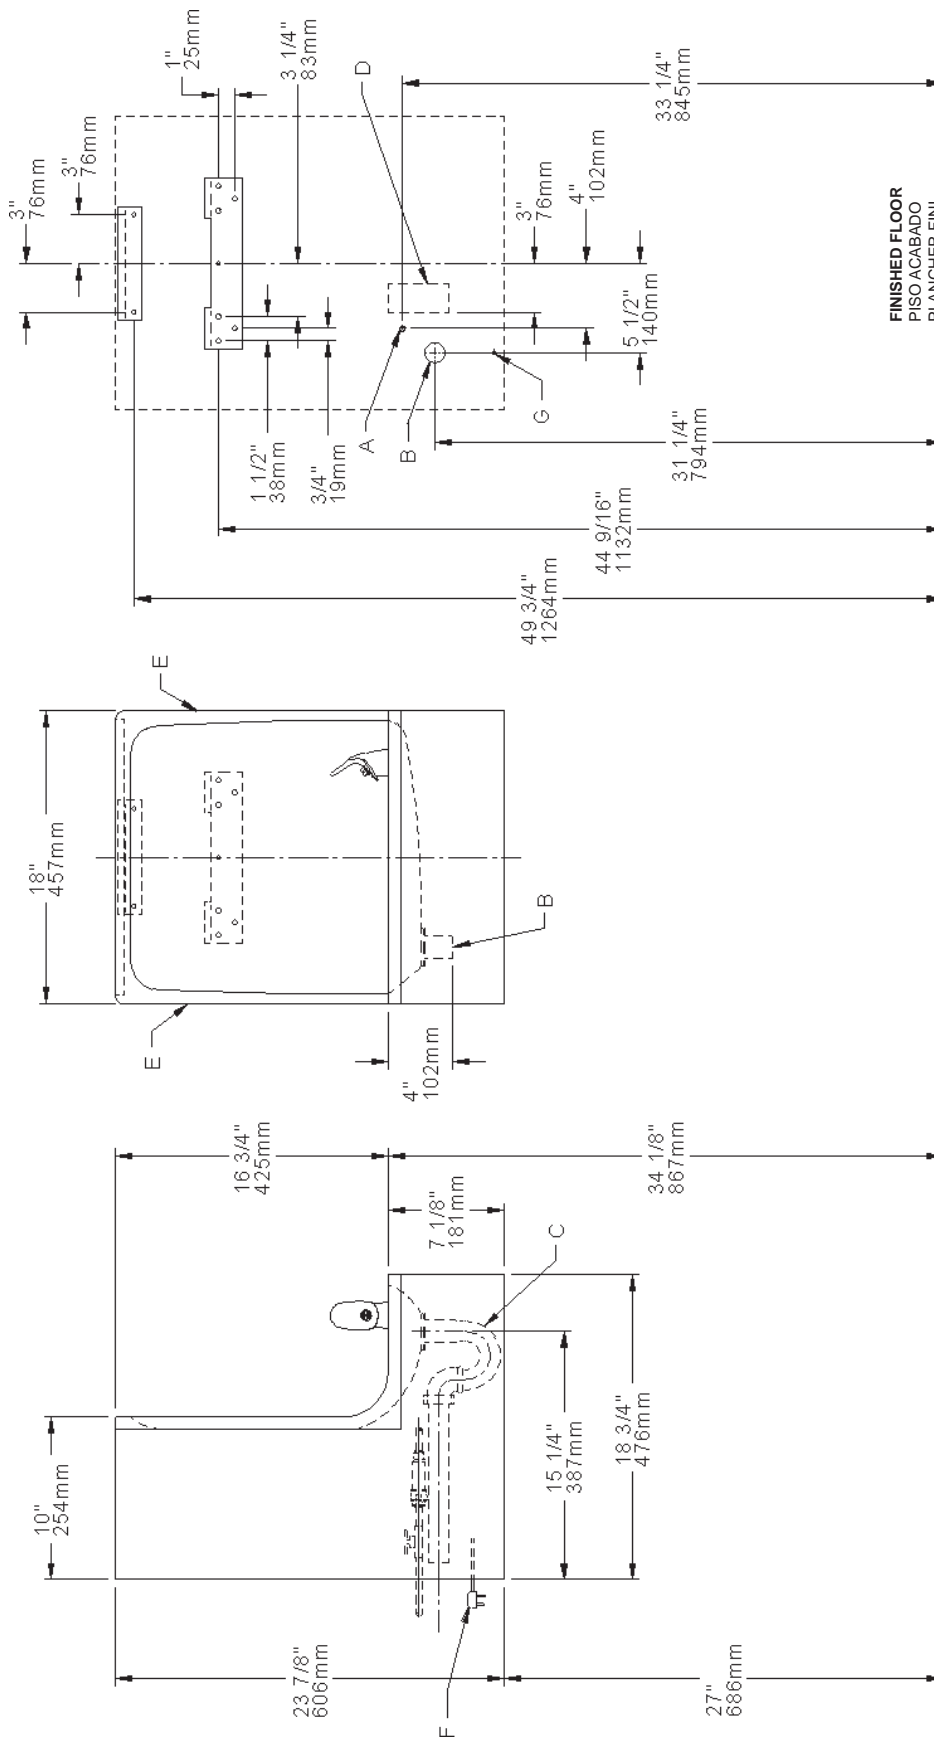

FIG. 5
- 2) Mount the hanger brackets and trap as shown in Figure 5.
- 2) Monte los fijadores de suspensión y quite el purgador como se muestra en la Fig.5.
- 2) Installez les supports et le siphon tel qu'indiqué à la fig. 5.